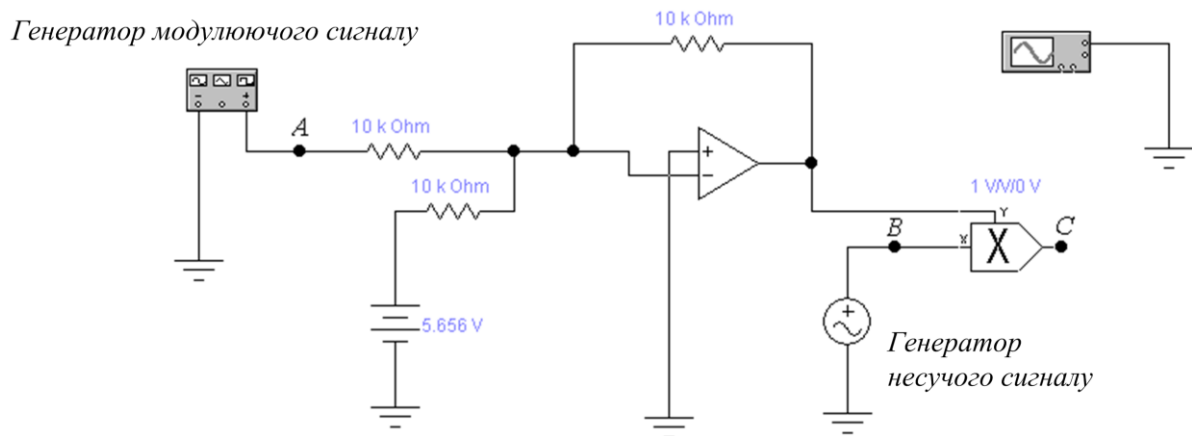

Рисунок 5.1 – Схема дослідження
- 5 Зібрати схему для проведення досліджень АМ (рисунок 5.1).